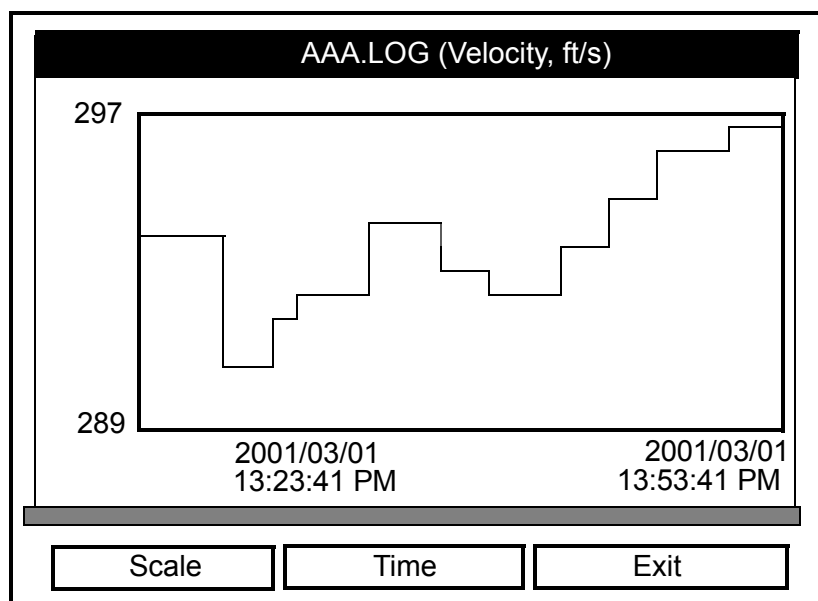

Figura 5-12: A Janela Log Graph (Gráfico de Registo)
5. Se o registo contiver mais de uma medição, percorra a lista para seleccionar o parâmetro cujo gráfico pretende. De seguida, pressione [F3] (Visualizar) e surgirá uma janela semelhante à da Figura 5-12 abaixo.